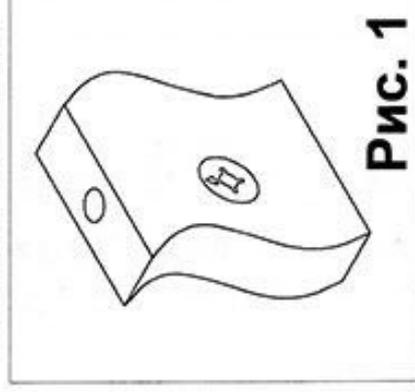

Рис. 1
1. Прибить подпятники (6) при помощи гвоздей к боковинам 2 и 4. Далее прикрутить направляющие (7) при помощи евроинтов (8) в детали 2, 4, 6, причем на деталь 6 направляющие (7) прикручиваются с обеих сторон (со второй стороны направляющие прикручиваются саморезами (5)). Вставить стяжки-растекс (9) в детали 2 и 4, и стяжки-растекс (3) в стойки 6 (см. рис. 1). После этого забить шканты (1) в детали 2, 3, 4 и 6. Соединить боковины 2 и 4